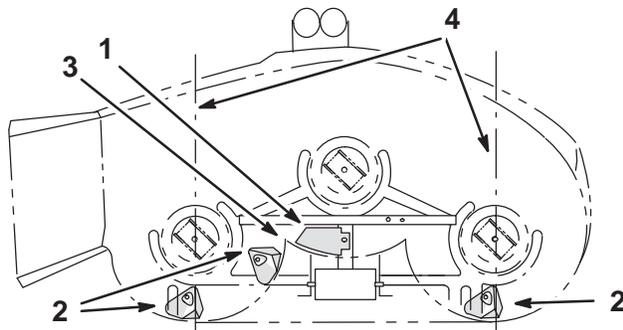
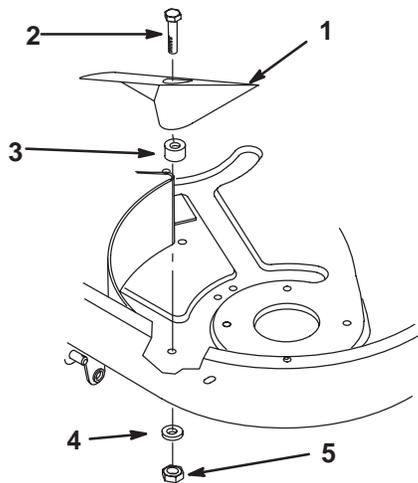

Bild 15
Bild 16
1. Legen Sie die Kickerplatte in Position (Bild 15).
3. Bringen Sie die Kicker in Position (Bild 15) und befestigen Sie sie mit 3 Schrauben (5/16 x 1"), Distanzstücken, Flachscheiben und Sicherungsmuttern (Bild 16).